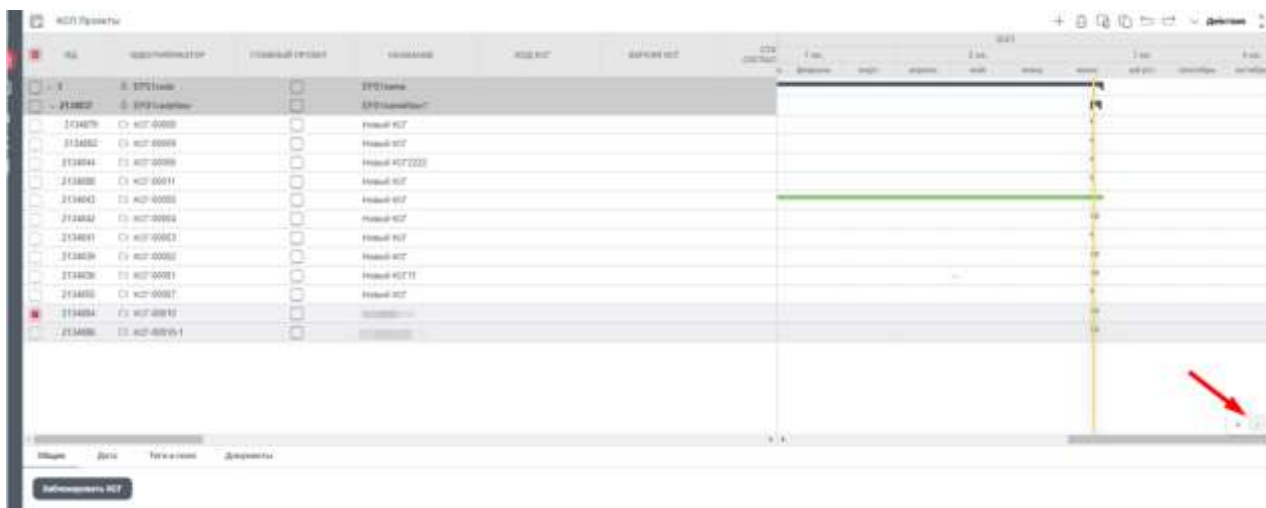

Рисунок 7 – Стандартные элементы управления «Увеличить-уменьшить масштаб диаграммы Ганта»
- уменьшить масштаб Ганта– для уменьшения размера диаграммы Ганта (Рисунок 7)